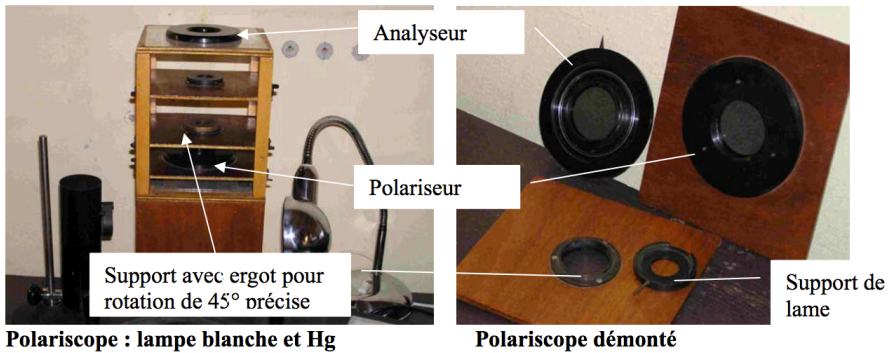

FIGURE 1.1 – Les éléments d'un polariscope.
- un polariscope (voir figure 1.1) : structure en bois équipée au niveau le plus bas d'un polariseur dichroïque, à celui le plus haut d'un analyseur dichroïque gradué et de deux plateformes intermédiaires avec montures permettant des rotations calibrées de  $45^\circ$ . Ce montage peut être éclairé soit en lumière monochromatique, soit en lumière blanche. Il suffit pour cela de tourner l'ensemble du polariscope vers l'une ou l'autre des sources.